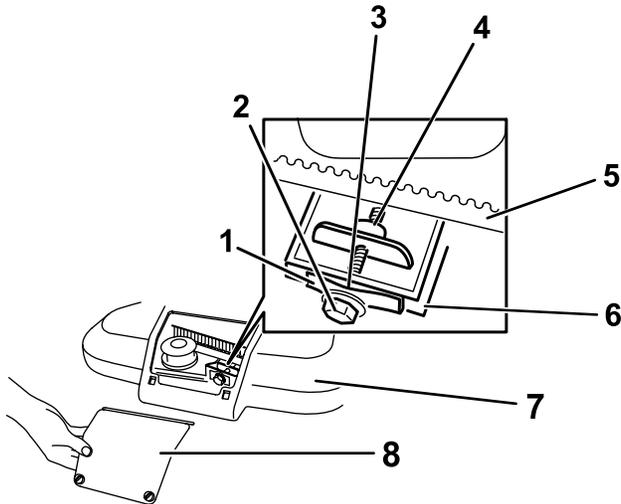

Figura 36
1. Allentate i 2 dispositivi di fissaggio a un quarto di giro sul pannello di accesso del copricinghia e rimuovete il pannello (Figura 36).
Nota: Se il gioco tra calibro e molla è visibile, serrate il bullone e il dado di regolazione in modo che la carta scorra con difficoltà attraverso il gioco (Figura 36).